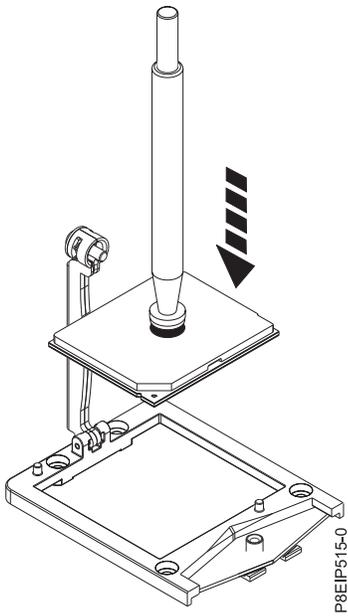

Abbildung 37. Prozessor auf das Socket herabsenken
- a. Senken Sie den Stift und das Systemprozessormodul auf dem Socket ab (siehe Abb. 37 auf Seite 38). Richten Sie die abgeschrägte Ecke des Prozessors an der abgeschrägten Ecke des Sockets aus. Gehen Sie vorsichtig vor, damit der Prozessor gleichmäßig abgesenkt und nicht gekippt wird.